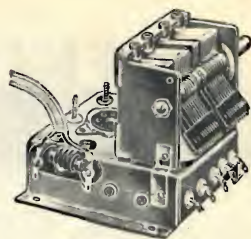

Fig. 2 - Gruppo sintonizzatore F.M. 0/463.
- 2) Gruppo sintonizzatore O/463-1, fig. 2, per la ricezione di programmi in modulazione di frequenza.